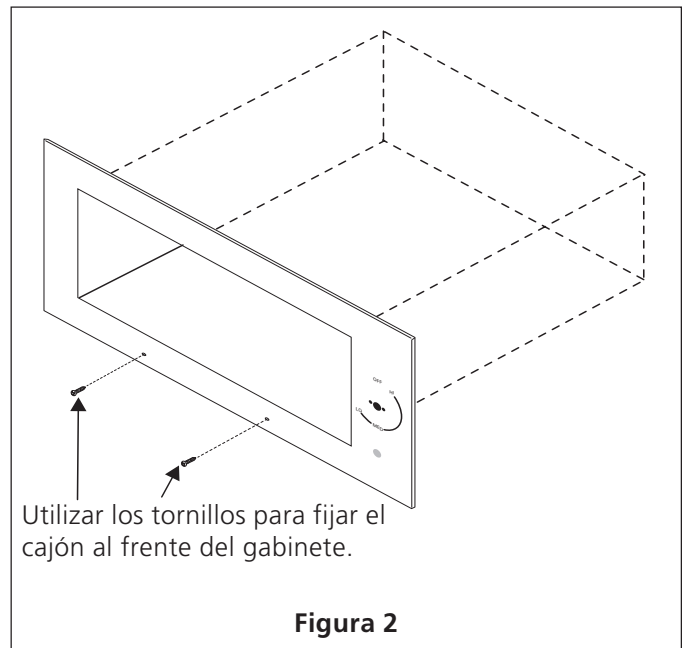

Figura 2
3. Remover el cajón como indica el manual de uso y cuidado asegure el marco contra el gabinete utilizando los tornillos negros (10-16 X 3/4"). (vea la Figura 2). **No apriete demasiado los tornillos.**
4. Remover el cajón como indica el manual de uso y cuidado asegure el marco contra el gabinete utilizando los tornillos negros (8-18 X ½"). (vea la Figura 2). **No apriete demasiado los tornillos.**